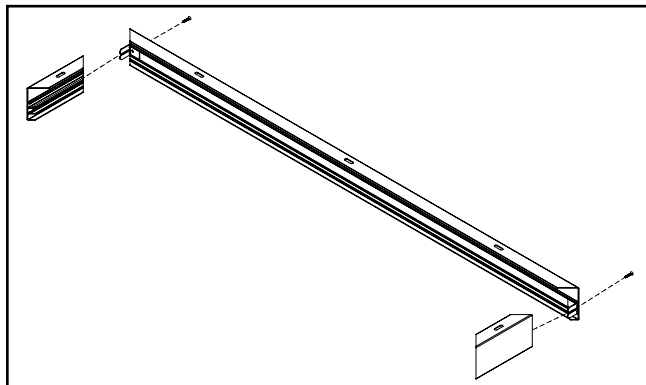

Figura 18.
- C2. Una el riel largo con los rieles cortos insertando la pata sobresaliente de cada soporte en L-en la ranura correspondiente en el riel largo. Use 2 de los tornillos incluidos para asegurar los rieles cortos al riel largo. (Figura 18.)